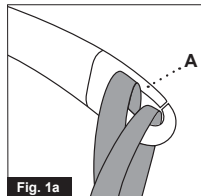
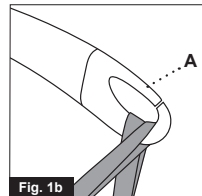

Fig. 1a
Fig. 1b
Vær opmærksom når du placerer sejlstopperne på løftebøjlen. Kontroller at sejlstopperne er trukket ned forbi gummiarmen (A) og er placeret korrekt i krogen på løftebøjlen. Når der trykkes på 'pil op' knappen på håndbetjeningen tjekkes igen at sejlstopperne forbliver i den korrekte position i løftebøjlels krog (fig. 1a og fig. 1b).